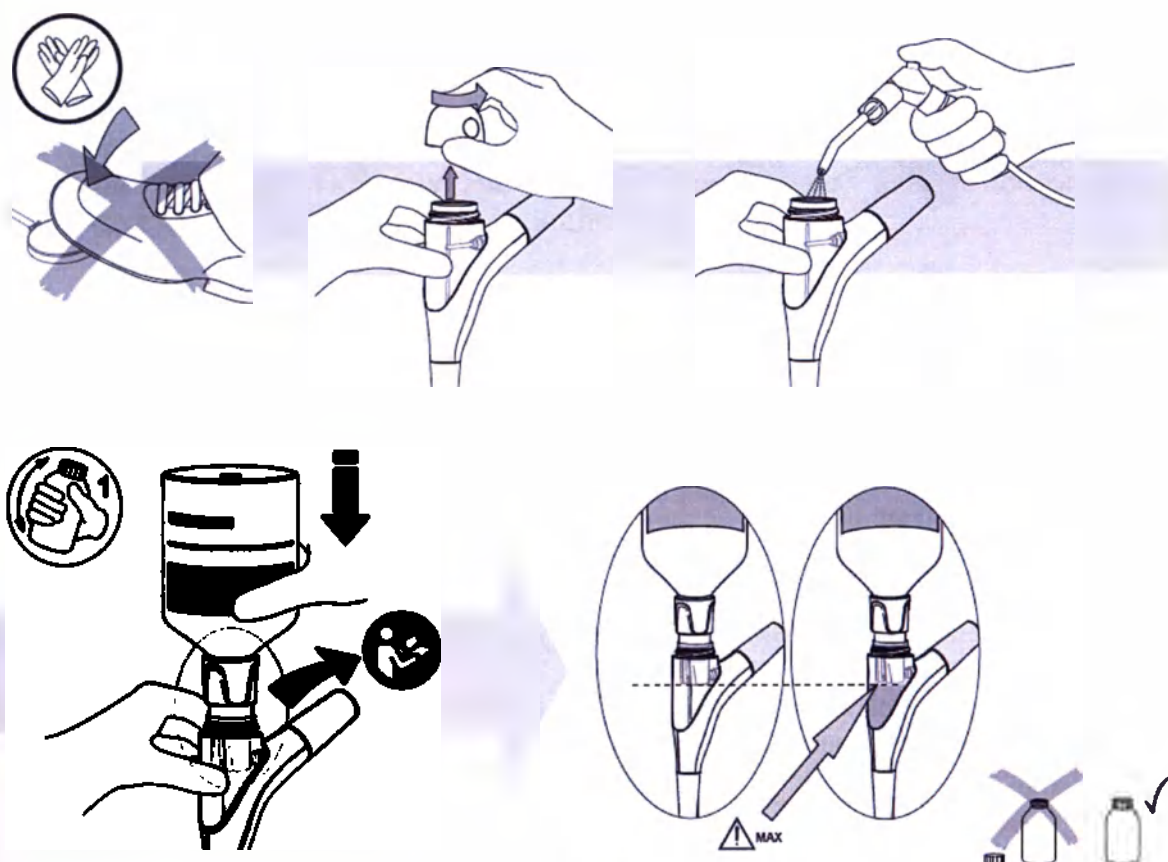

Рис.6
- ⚠ Не превышайте максимальный уровень, указанный на рис.6. Отверстия трубок не должны быть покрыты порошком, иначе трубки могут забиться.